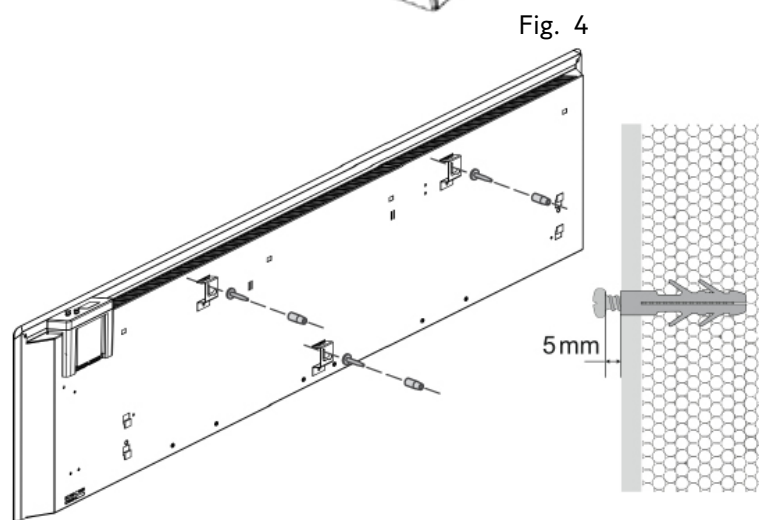

Fig. 4
- Sæt rawplugs eller andre egnede fastgørelses-elementer i hullerne (Fig. 4).
- Skru skruerne i, og lad dem stikke ca. 5 mm ud (Fig. 4).